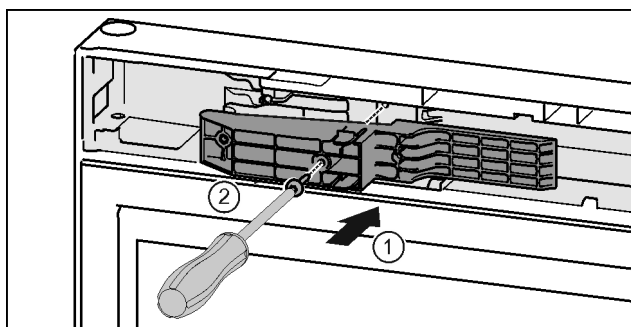

Fig. 48 *
- ▶ Introduceți adaptorul în canelura de pe partea mânerului. Fig. 48 (1)*
- ▶ Înșurubați ferm șuruburile cu șurubelnița T15. Fig. 48 (2)*